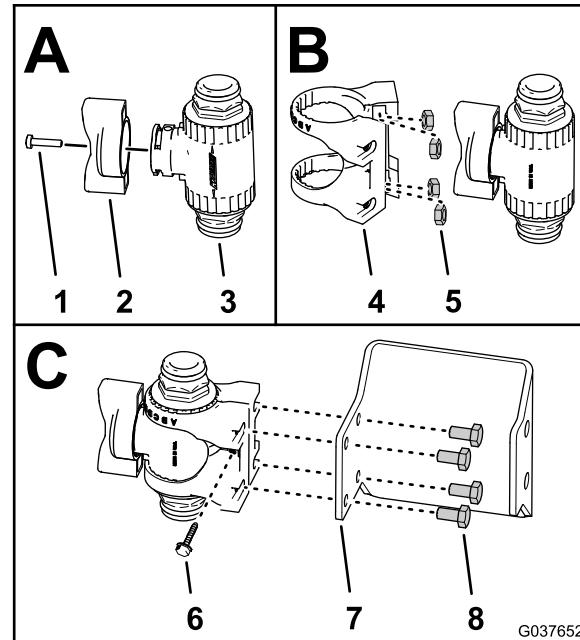

Figura 52
1. Monte a pega na válvula de aceleração da agitação (Figura 52) com o parafuso (6-32 x 5/8 pol.).
2. Caso não estejam montadas, insira as quatro porcas de aço inoxidável na montagem da válvula de aceleração de nylon da válvula de aceleração da agitação (Figura 52).
3. Monte a válvula de aceleração da agitação na válvula de aceleração como se mostra na Figura 52.
4. Prenda a montagem da válvula de aceleração na válvula de aceleração da agitação com o parafuso (6-32 x 5/8 pol.) como se mostra na Figura 52.
5. Monte a válvula de aceleração e montagem no suporte da válvula de agitação (Figura 52) com 4 parafusos (6 x 12 mm).